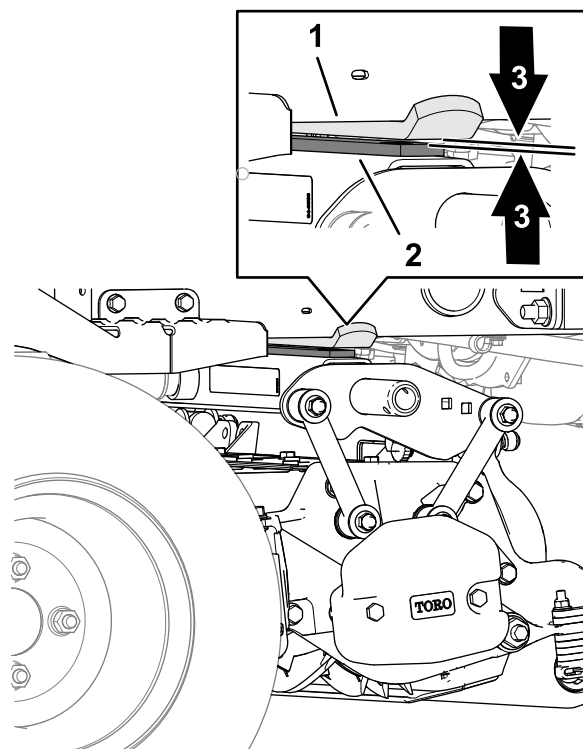

Figura 27
4. Na unidade de corte traseira, meça a folga entre a correia de desgaste na parte superior da barra de desgaste da unidade de corte traseira e o amortecedor (**Figura 27**).